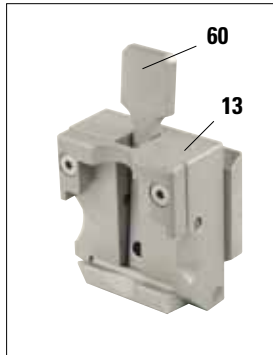

Abb. 36
- Die beweglichen Teile der Probenhalteraufnahme (10) und der Schwalbenschwanzaufnahme (14).
- T-Stück (19) auf der Mikrotomgrundplatte.
- Klemmhebel (2) und (20) am Mikrotom.
- Führungen (91) der Messerhalterbasis auf der Mikrotomgrundplatte.
- Die Klemmhebel (39) und (24) rechts und links an der Messerhalterbasis.
- Die Führung (92) der Lateralverschiebung auf der Messerhalterbasis (21).
- Das T-Stück (26) auf der Messerhalterbasis (21).
- Die Gleitflächen vom Fingerschutz (3) und Rändelmuttern (57) am Messerhalter N.
- Den Klemmhebel (89) am Messerhalter E.
- Achse (90) des Klemmhebels der Kassettensklammer (siehe Abb. 36).